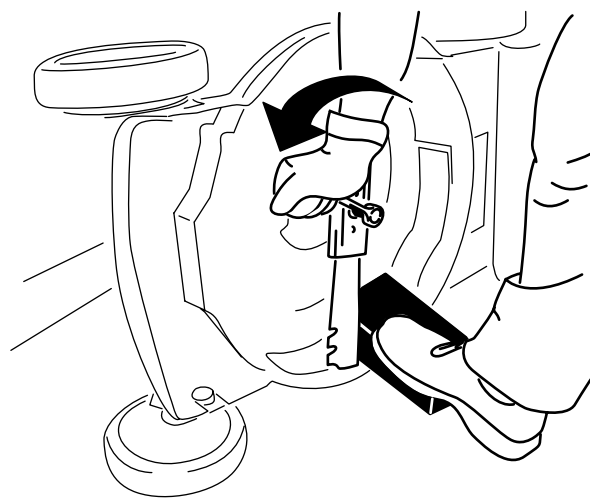

Figure 20
2. Immobilisez la lame avec un morceau de bois (Figure 20).
3. Déposez la lame mais conservez les fixations (Figure 20).